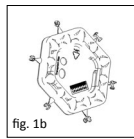
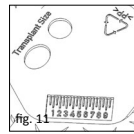

fig. 1b
fig. 11
■ **fig. 1b/11** Șabloanele imprimate pe partea din spate a discului separator (fig. 1b) arată mărimea minimă a grefei pentru căptușirea timpanului (fig. 11).
反面(图1b)